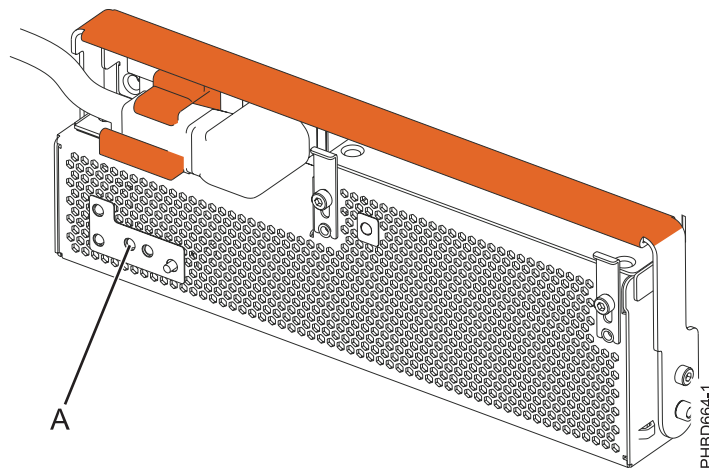

Figure 10. Voyant d'identification d'incident de l'unité remplaçable sur site
4. A l'avant de l'unité d'extension, identifiez l'alimentation électrique à remplacer. Pour identifier l'alimentation électrique, notez la présence du voyant d'identification d'incident orange de l'unité remplaçable sur site (A) comme illustré à la figure 10. Un voyant allumé (fixe ou clignotant) indique l'alimentation électrique défaillante.